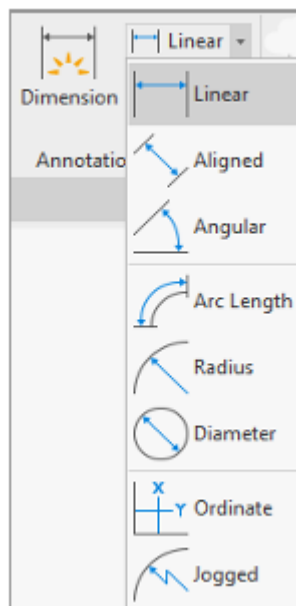

Рисунок 3.2.засоби вимірювання у AutoCAD
12. Ознайомтесь із засобами вимірювання у AutoCAD (рис.3.2.).